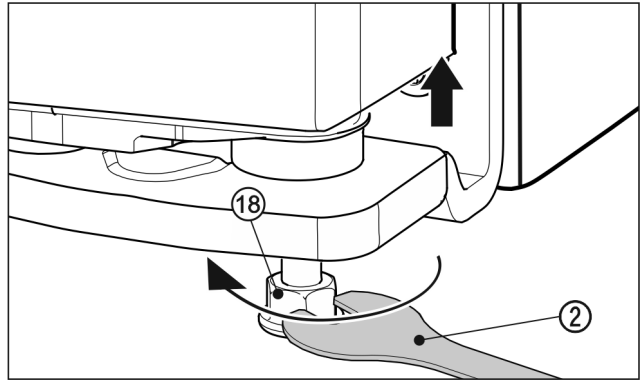

Fig. 25
- Zum Anheben der Tür den Stellfuß Fig. 25 (18) mit dem beiliegenden Gabelschlüssel Fig. 25 (2) rechts herum bis Kontakt auf Fussboden herausdrehen. Dann weiter drehen bis die Tür in der Höhe verstellt ist. Im Auslieferungszustand ist der Lagerbolzen ganz eingedreht.